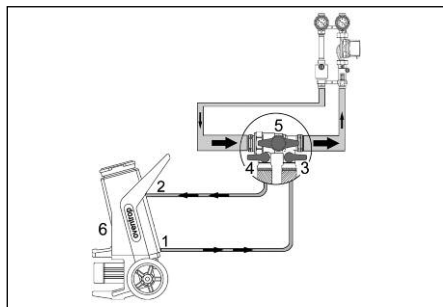

Fig. 6.10 Remplissage à l'aide de l'ensemble de remplissage et de rinçage
1. Raccorder l'ensemble de remplissage et de rinçage à la station solaire d'un côté et à la station de rinçage et de remplissage de l'autre côté (fig. 6.10) en respectant la direction de refoulement du circulateur!